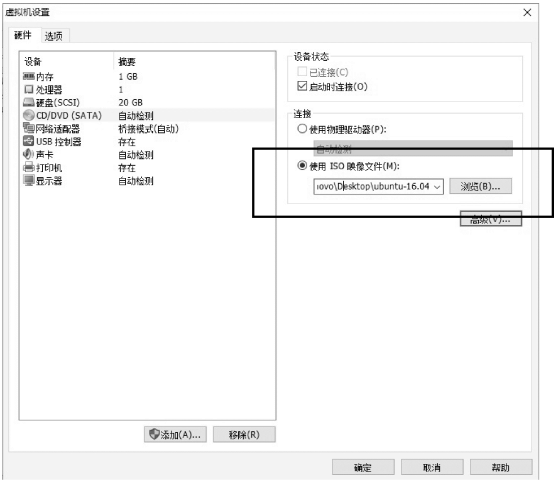

图 12-19 设置 ISO 映像文件的路径
(3) 设置“CD/DVD (SATA)”，以及 ISO 映像文件的路径。通过“浏览”，将目录指向存放 ubuntu-16.04.3-desktop-amd64.iso，如图 12-19 所示。